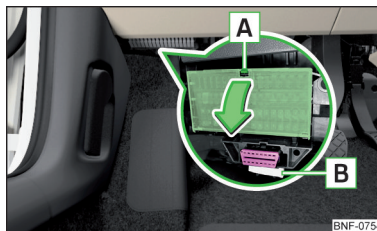

Fig. 165
Sikringerne er placeret under rattet på undersiden af instrumentpanelet » Fig. 165.
- Tryk på låsetappen **A** » Fig. 165.